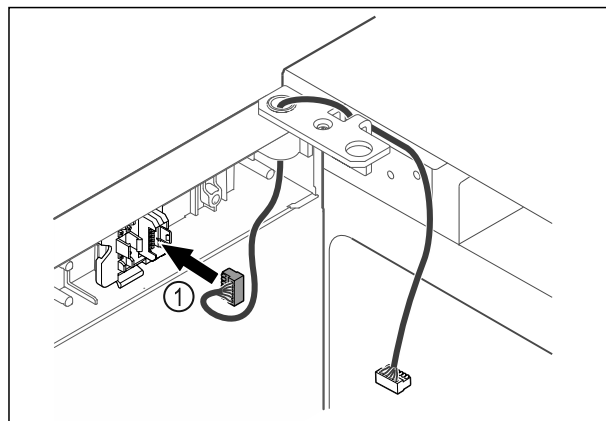

Fig. 64
- ▶ Sæt stikket Fig. 64 (1) i stikholderen.